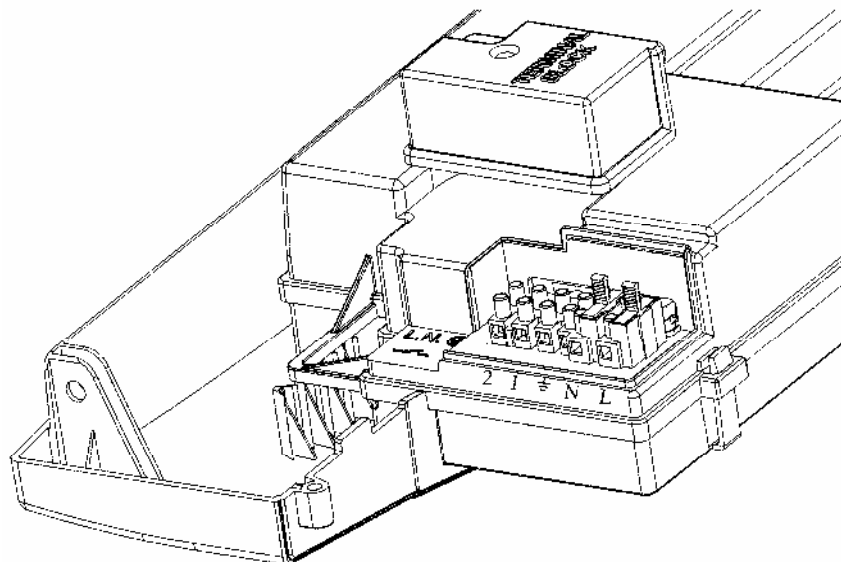

Рис.11
- для доступа к контактам снимите крышку (рис.11).
- открыть доступ к клеммам подключения электропитания (рис.11), в соответствии с инструкциями, изложенными в предыдущем отделе;
- протянуть кабель из двух проводов через кабельный зажим котла и присоединить кабель, идущий от термостата, к клеммам (1) и (2);